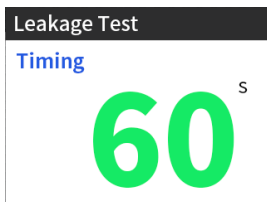

Рис. 5.7
- 2) Выберите режим [Leakage test] в главном меню и нажмите кнопку [Run]. Система включается в работу. Оцените утечки из форсунки по наличию капель на распылителе или их отсутствию. Обычно, не должно образовываться более одной капли в минуту. По умолчанию, продолжительность тестирования составляет 60 секунд, рис. 5.7. Давление при тесте на утечку превышает заводское значение на 10%. Давление можно отрегулировать нажатием кнопок [+] и [-].